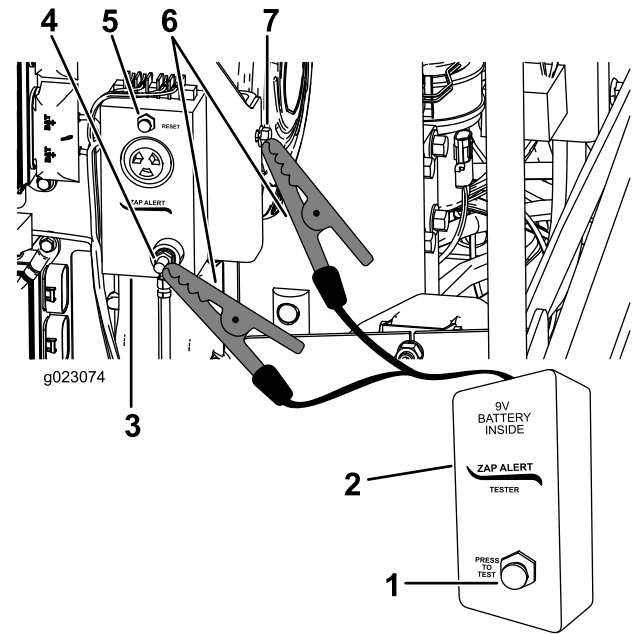

Figure 63
3. Connectez une pince crocodile du testeur Zap-Alert au goujon de mise à la terre du système Zap-Alert (Figure 63).
5. Appuyez sur le bouton de test sur le testeur Zap-Alert (Figure 63).
6. Appuyez sur le bouton de réarmement Zap-Alert pour arrêter l'alarme (Figure 63).